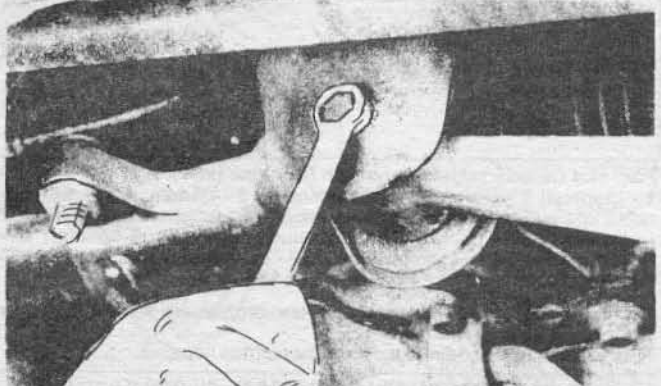

Рис. 11.5 Демонтаж болта внутреннего конца нижнего рычага.
6. Снимите болт внутреннего конца нижнего рычага и снимите рычаг (см. рис. 11.5).